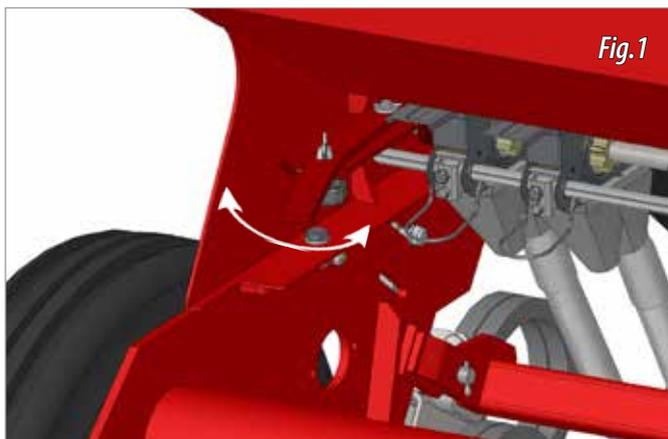

Fig. 1
- Palanca de posición de los dosificadores (Fig. 1):